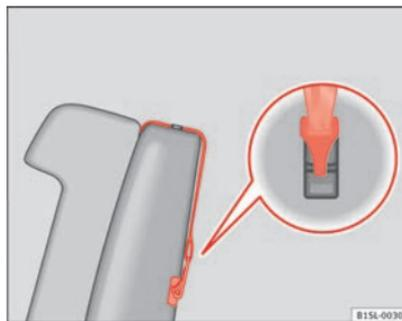

Fig. 54 Ejemplo de un cinturón de fijación superior enganchado.
- Enganche el el cinturón de fijación superior en el maletero, en la anilla de sujeción correspondiente ⇒ fig. 54.